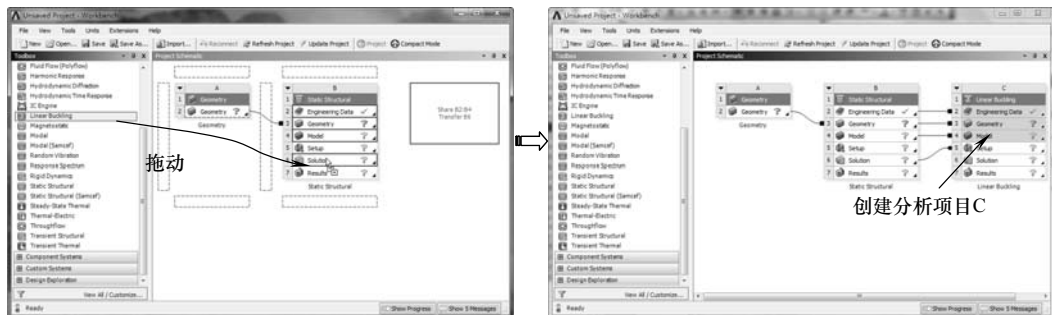

图 9-27 创建分析项目 C
5) 在【Toolbox (工具箱)】中【Analysis Systems】下的【Linear Buckling】选项上按住鼠标左键，拖动到【Project Schematic (项目管理区)】分析项目 B 中的 B6 栏的【Solution】项上，当 B6 呈红色高亮显示时，释放鼠标创建分析项目 C，如图 9-27 所示。